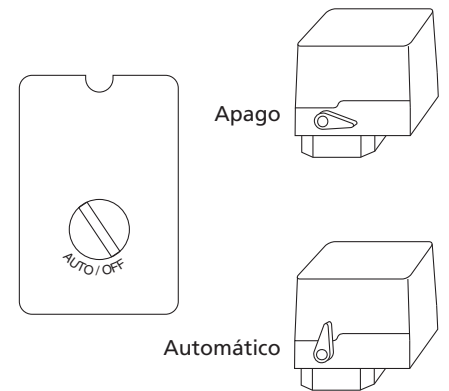

Figura 4
2. Coloque el presostato o perilla en OFF (APAGADO) y conecte el cordón eléctrico al tomacorrientes (Vea la Figura 4). Apague el interruptor de desconexión si no hay una palanca o perilla en el interruptor de presión.
3. Coloque el presostato o perilla en AUTO y deje que la unidad funcione por 30 minutos para que las piezas del cabezal se fijen (Vea la Figura 4).